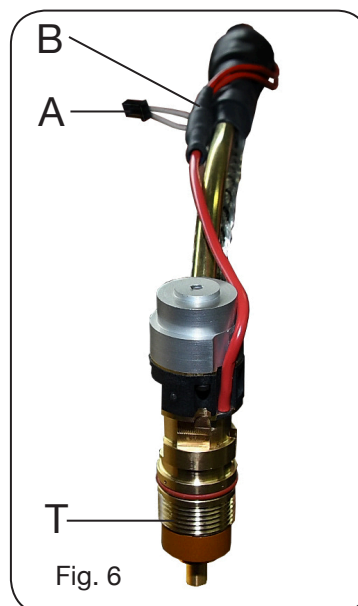

Fig. 6
- Visser les raccords **D** et **E** en suivant la direction de la flèche - Fig. 6.
- R e m p l a c e r le câble de la torche, visser manuellement les raccords **D** et **E** en suivant la direction de la flèche - Fig.6.